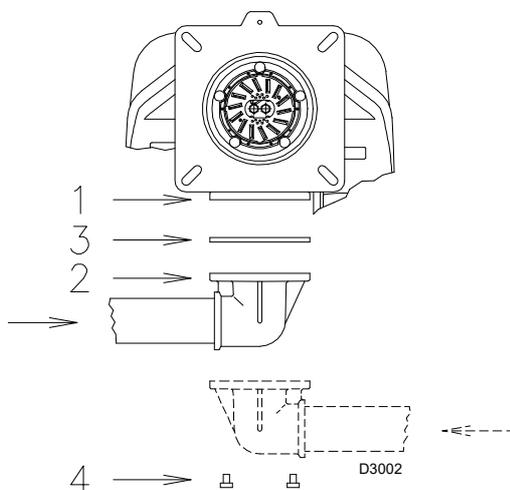

Fig. 31
- La rampe gaz doit être reliée au raccord du gaz 1)(Fig. 31), à travers la bride 2), le joint 3) et les vis 4) fournies de série avec le brûleur.
- La rampe peut arriver au besoin depuis la droite ou la gauche, voir la Fig. 31.